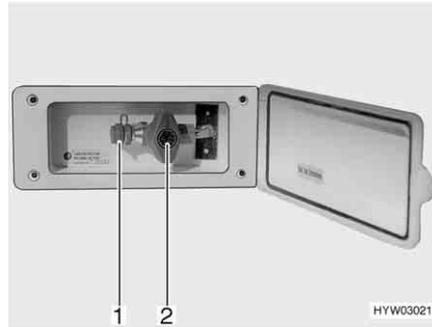

Bild 124 Externer Gasanschluss, Gasabsperrrventil geschlossen
Der externe Gasanschluss (Bild 124) befindet sich je nach Modell am Heck oder auf der linken bzw. rechten Fahrzeugseite.
- Externes Gasgerät an der Anschluss-Stelle (Bild 124,1) anschließen.
- Das Gasabsperrrventil (Bild 124,2) öffnen.